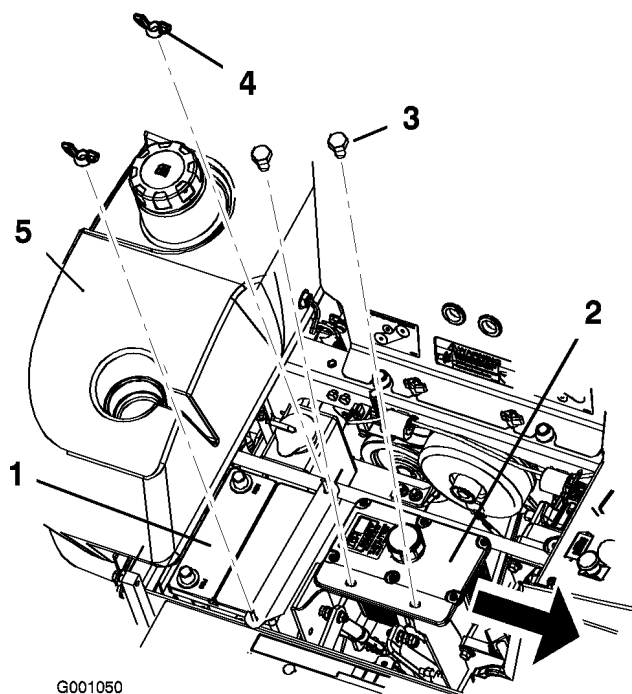

Figura 45
6. Togliete entrambi i dadi ad alette (1/4 poll.) che fissano la staffa di montaggio della batteria (Figura 45).
7. Togliete i due bulloni di fissaggio del serbatoio idraulico (Figura 45).
1. Posizionate la batteria nel vassoio, con i poli in posizione opposta al serbatoio idraulico (Figura 45).
6. Fissate la batteria con bulloni a J, il morsetto fissatore e due rondelle (1/4 poll.) e due dadi ad alette (1/4 poll.) (Figura 45).